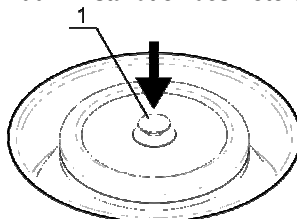

Abb. 2. Installation der Klappe
- Platzieren Sie die Rotorklappe auf den Rotor, indem Sie die Klappenhalterung fest herunterdrücken (Abb. 2/1).